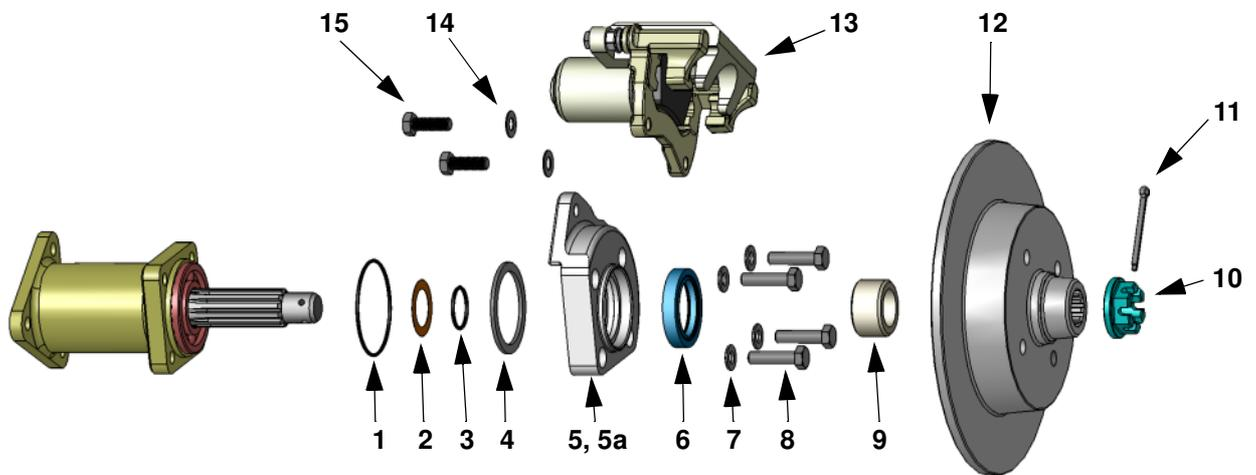

Fig.1
- Only the castle nuts (Pos:10, Fig.1) need to be used from the drum brake setup.
- Lediglich die Kronenmutter (Pos:14, Fig.1) müssen von der Trommelbremse übernommen werden.